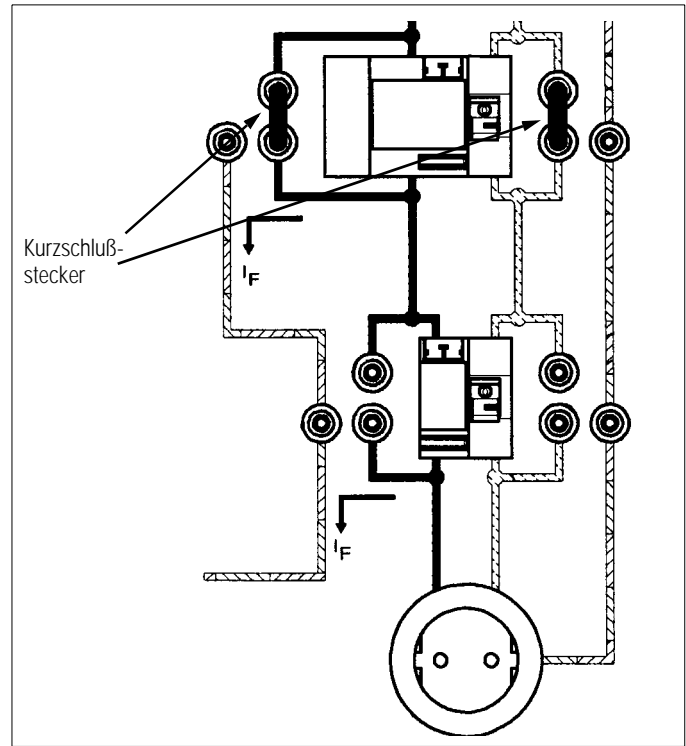

Bild 7.1-2 FI-Schalter 30 mA
- ⇨ Entfernen Sie beide Kurzschlußstecker am zu prüfenden FI-Schalter [Bild 7.1-1 und Bild 7.1-2].